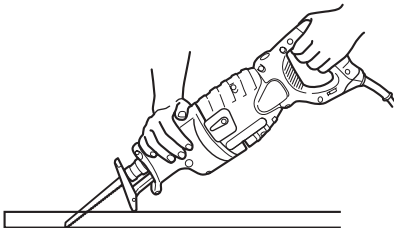

図 25
- (2) ハンドルをゆっくり持ち上げて少しずつのこ刃を切断材料に切り込んでください。(図 25、26)